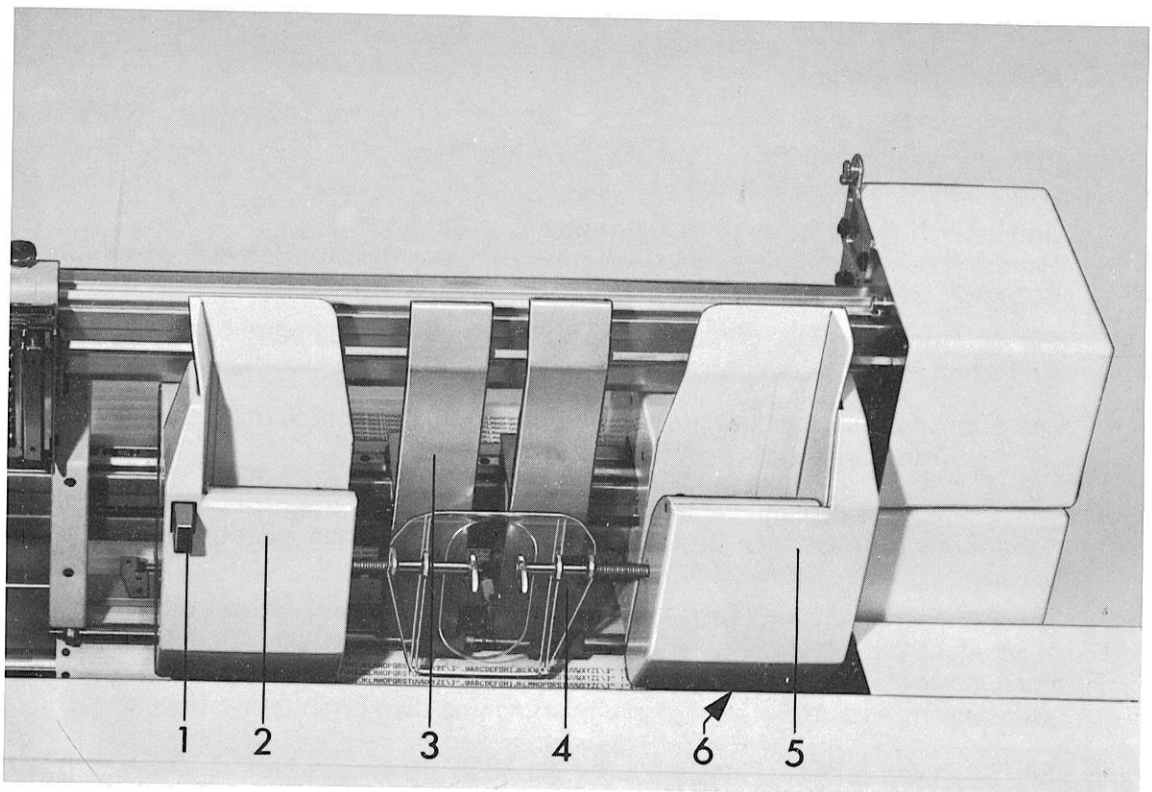

Abb. 14 MKE 5
Die rechte Kartentasche ist feststehend angebracht. Die linke Kartentasche (2) Abb. 14 lässt sich nach Eindrücken der Entriegelungstaste (1) Abb. 14 entsprechend den zugelassenen Formaten der Kontokarten auf feste Rastpunkte einstellen. Ein Betrieb außerhalb der Rastpunkte ist nicht zulässig!
Zur Kontrolle von oben in die Kartentaschen sehen, die Andruckrollen (6) Abb. 14 dürfen nicht im Schlitz sichtbar sein.